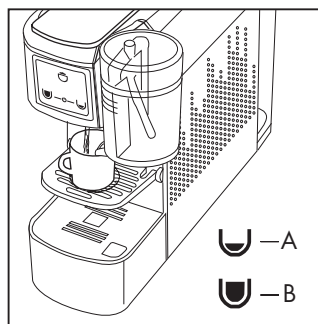

Fig. 11
Presser une des touches de distribution (A) ou (B) selon vos goûts (**Fig. 11**)